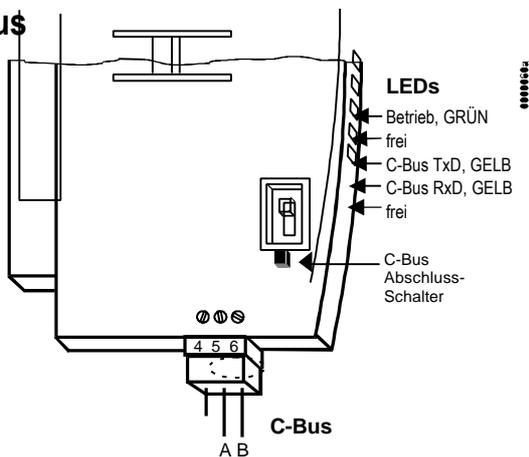

Abb. 42 C-Bus Anschluss und LEDs
3. Schließen Sie die Abschirmung des Kabels an der C-Bus Klemme 4 an (Abb. 42).
4. Schließen Sie A an die C-Bus Klemme 5 an (Abb. 42).
5. Schließen Sie B an die C-Bus Klemme 6 an (Abb. 42).